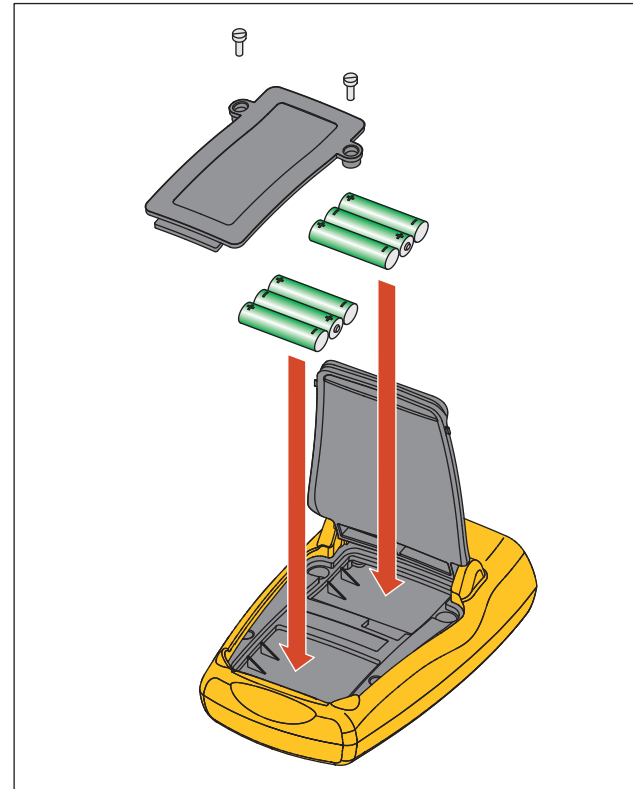

Figure 60. Remplacement des piles
2. Soulevez le support pour accéder au couvercle du compartiment des piles. Voir la Figure 60.